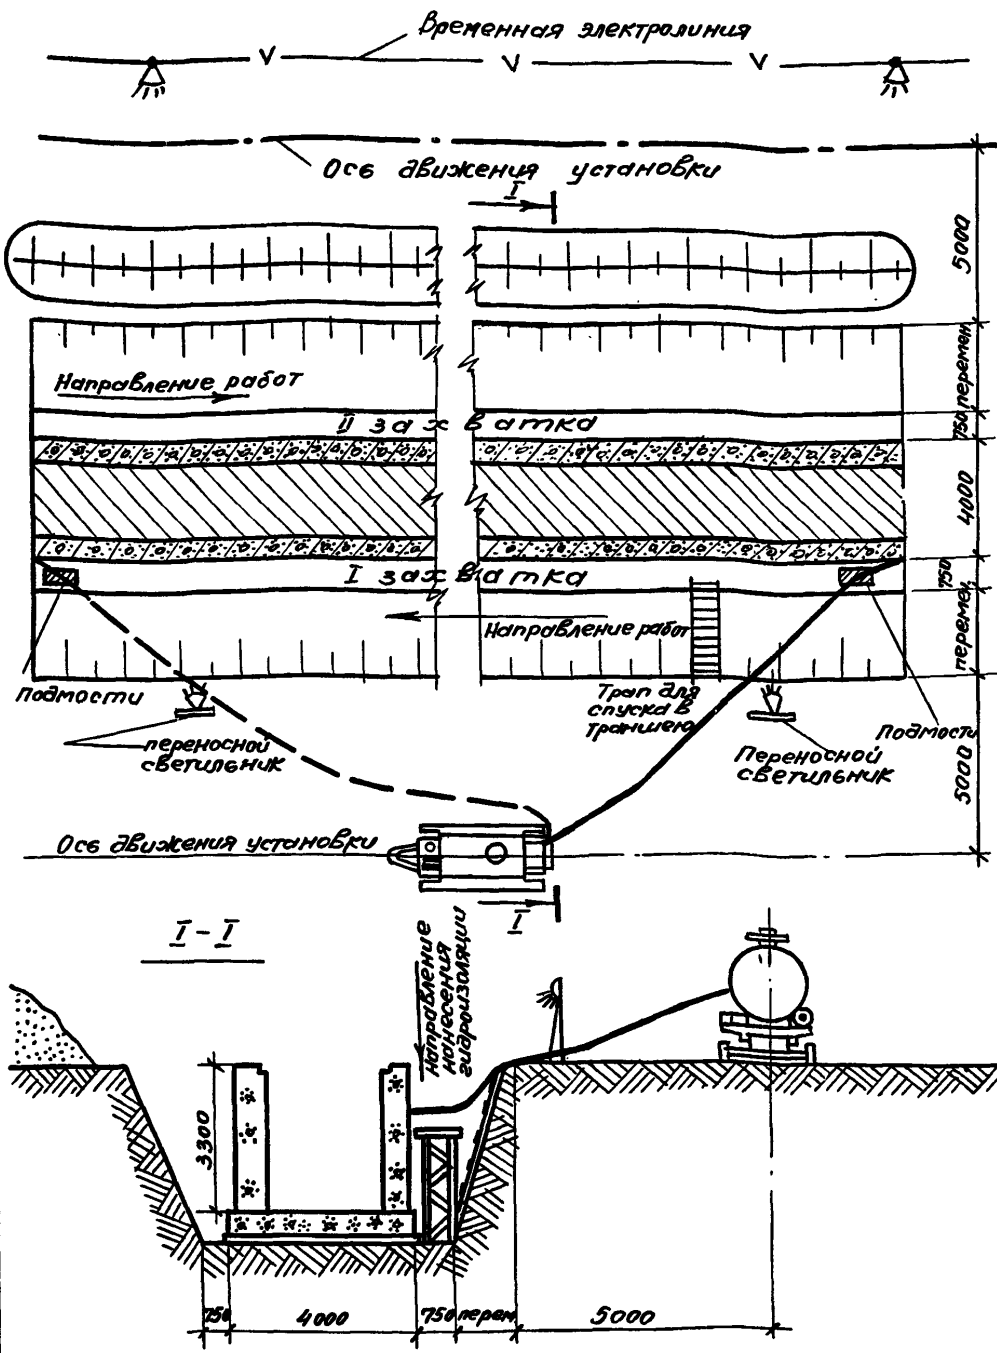

Рис.1 Схема организации работ на захватке длиной 100 м
2. Гидроизоляция вертикальных поверхностей коллектора ведется последовательно по захваткам в порядке, указанном на схеме (Рис.1), путем нанесения горячего битума с помощью установки конструкции треста "Орг-промстрой", которая размещается в середине захватки.